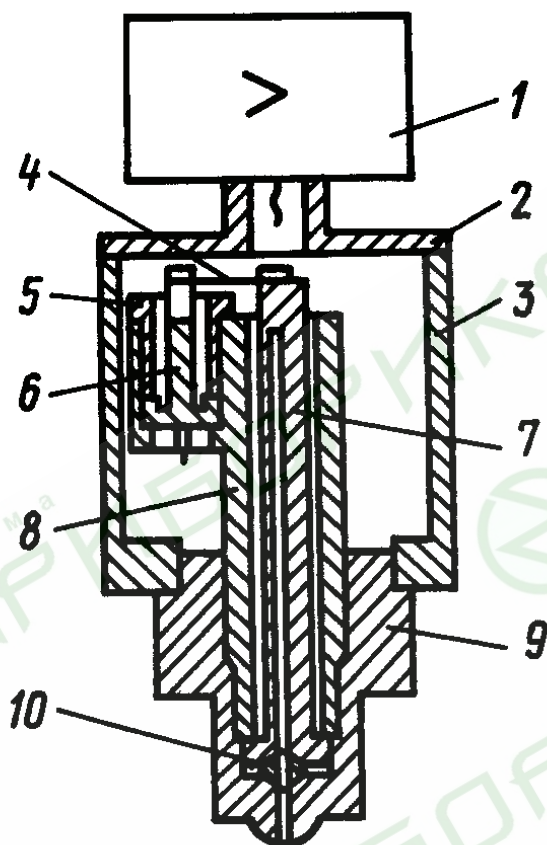

Рис. 6.
6.10. Схема преобразователей Сапфир-22М-ДИ моделей 2180, 2181, 2182, 2183, 2184 представлена на рис. 6.